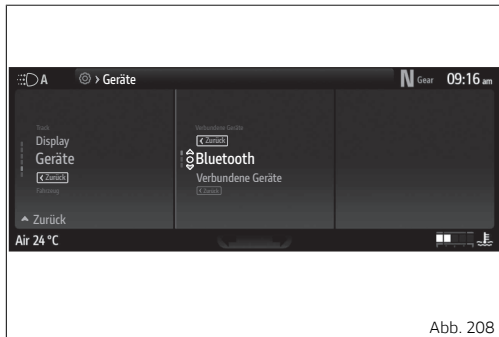

Abb. 208
- Die Angabe „Bluetooth“ (Abb. 208 S.247) markieren, dann die Taste ○ drücken.